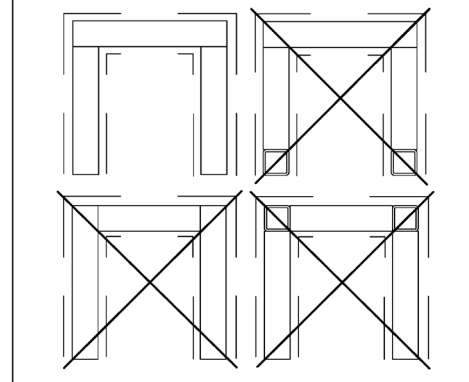
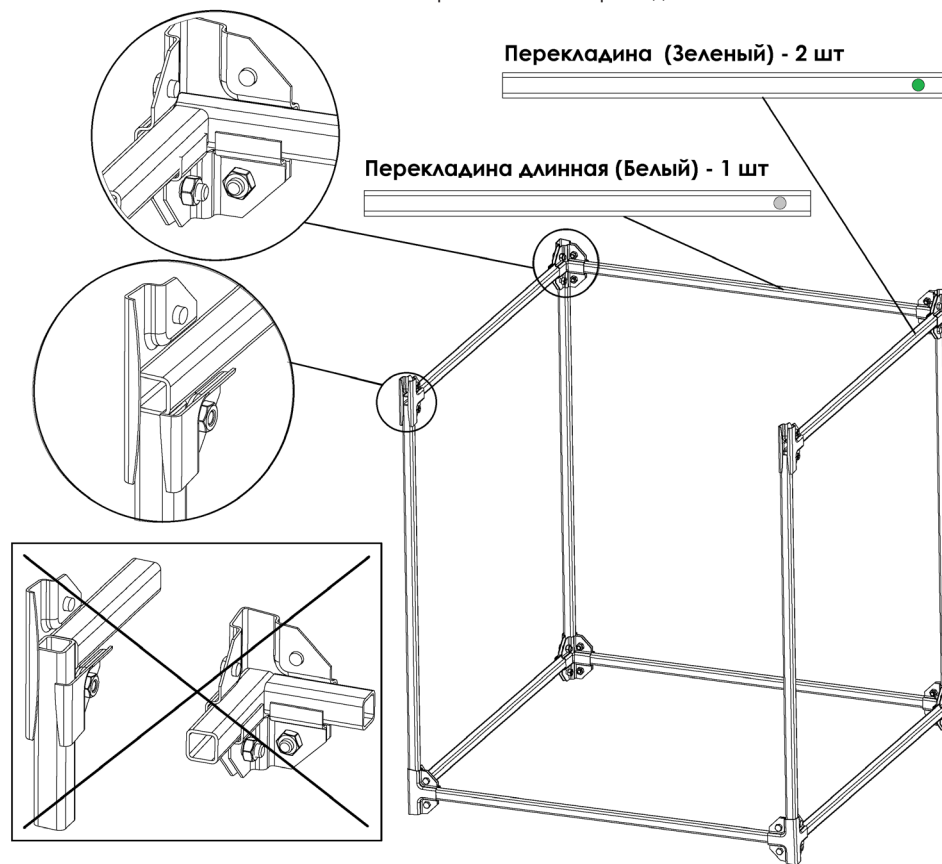

Рис. 9 – Схема расположения перекладин
Рис. 10 – Сборка среднего яруса
4. Провести сборку среднего яруса. Для этого необходимо согласно схеме (Рис. 9) скрепить между собой перекладины и стойки с помощью ранее подготовленных скоб. (Рис. 10).